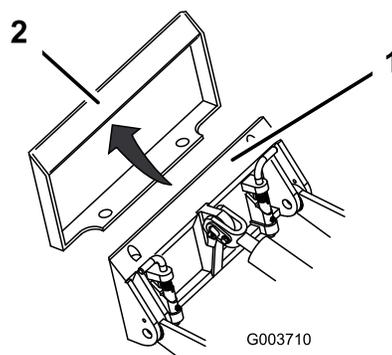

Рисунок 10
4. Вставьте монтажную пластину под верхнюю кромку установочной пластины навесного оборудования (**Рисунок 10**).